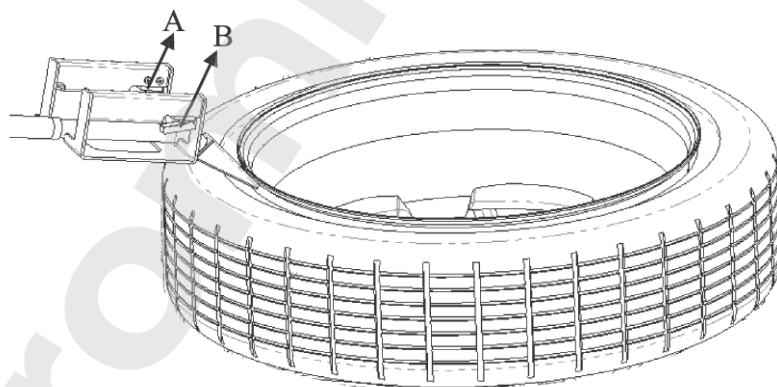

Рис. 10-1
- 2) Установите сопло накачки в щель между шиной и диском, как показано на рис. 10-1.
- 3) Надежно удерживая держатель с соплом руками, одновременно нажмите оба выключателя (А и В на рис. 10-1) для накачки шины.